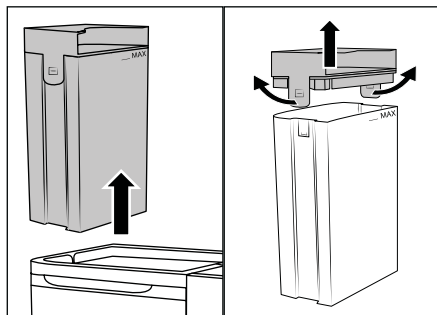

Fig. 5
(1) Versare solo acqua di rubinetto da fredda a calda oppure acqua distillata nel contenitore dell'acqua pulita ②. Non utilizzare acqua bollente. (2) Non azionare mai l'apparecchio con il contenitore dell'acqua pulita ② vuoto. (3) Usare solo comune detergente per imbottiture che non formi schiuma o **detergente a base d'aceto LIDL W5**. Altri detergenti potrebbero danneggiare l'apparecchio. Si consiglia di aggiungere tre cucchiaini di **detergente a base d'aceto LIDL W5** a una carica completa (1,7 litri) del contenitore dell'acqua pulita ②. Se necessario aumentare gradualmente la percentuale di detergente a base d'aceto fino ad ottenere il risultato desiderato.
- ◆ Prendere il contenitore dell'acqua pulita ② dall'impugnatura del coperchio ① ed estrarlo dall'apparecchio verso l'alto (vedere fig. 5).